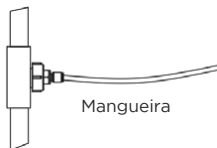

Fig. 4
8. Insira a mangueira de 1/4" no adaptador 1/4" - 3/4", empurrando até o final da conexão (Fig. 4).